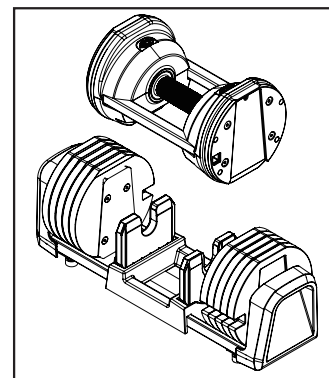

Figure 2
3. Les incréments de poids varient de 5 à 60 lb. (2,3 kg à 27,2 kg). Pour sélectionner correctement un poids donné (20 lb [9 kg] par exemple), tournez la poignée jusqu'à ce que ce chiffre (9) s'affiche sur la fenêtre d'affichage du poids.
5. Avec la poignée rotative réglée sur 5, tirez la poignée directement vers le haut de l'haltère. Cela retirera uniquement la poignée de la base, laissant toutes les plaques de poids dans la base (Fig. 2). La poignée sans plaques représente le poids de départ de 5 lb (2,3 kg).